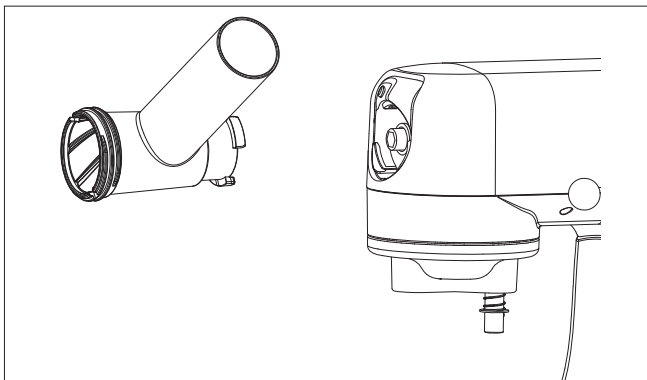

Fig. 14 – Montar carcasa de la hélice
4. Inserte la carcasa de la hélice en la conexión de la picadora de carne (véase Fig. 14).